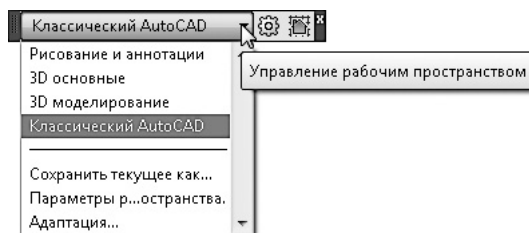

Рис. 1.13. Панель инструментов Рабочие пространства
- **Рабочие пространства** (рис. 1.13). Служит для переключения между рабочими пространствами программы: **Рисование и аннотации**, **3D-основные**, **3D-моделирование** и **Классический AutoCAD**.